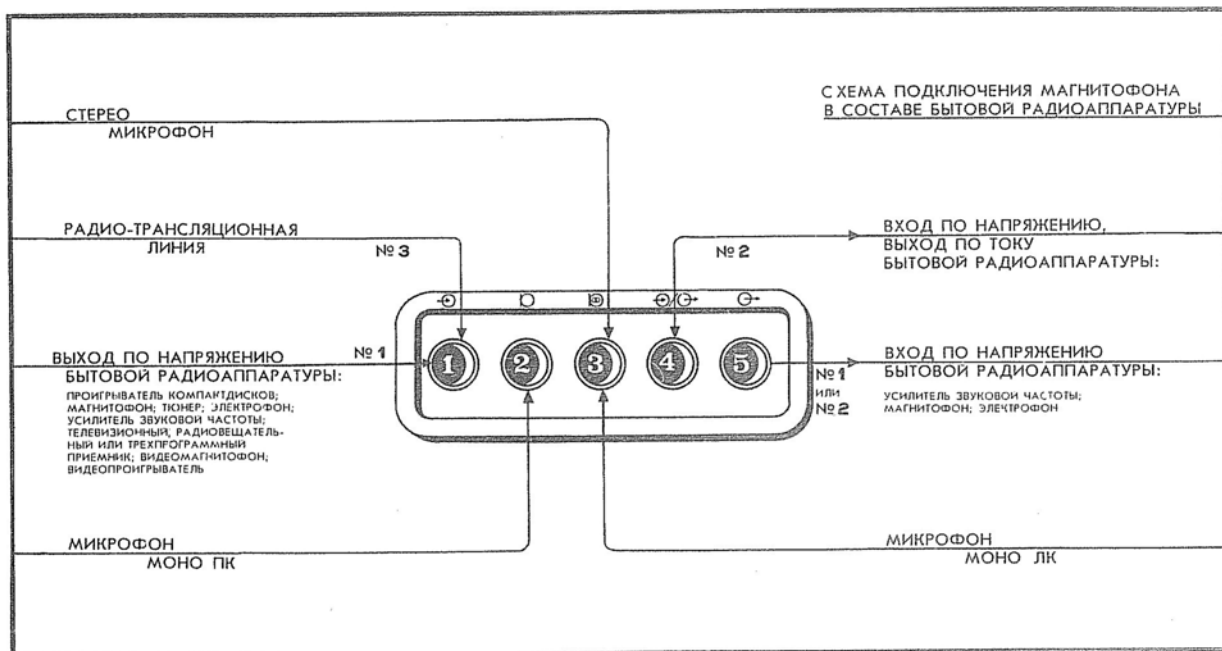

Рис. 2
5.6. Магнитофон рассчитан на эксплуатацию в составе комплекса бытовой радиоаппаратуры с входными и выходными параметрами по ГОСТ 24838—87, подключаемого по схеме, приведенной на рис. 2, где: